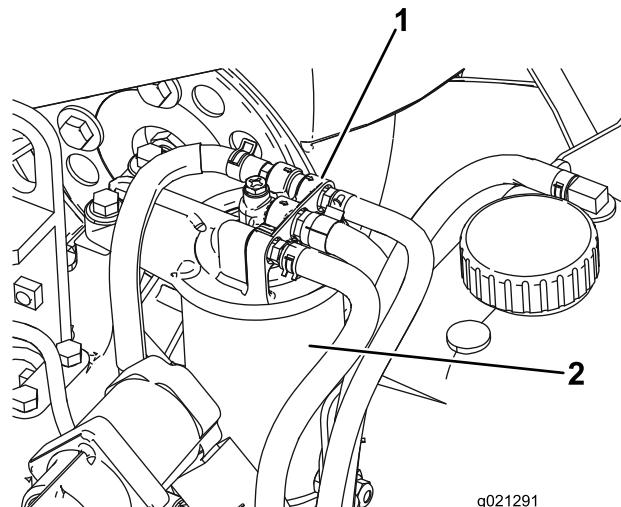

Figura 93
2. Pulite le superfici circostanti la testa del filtro del carburante (**Figura 93**).
3. Togliete il filtro e pulite la superficie di montaggio della testa del filtro (**Figura 93**).